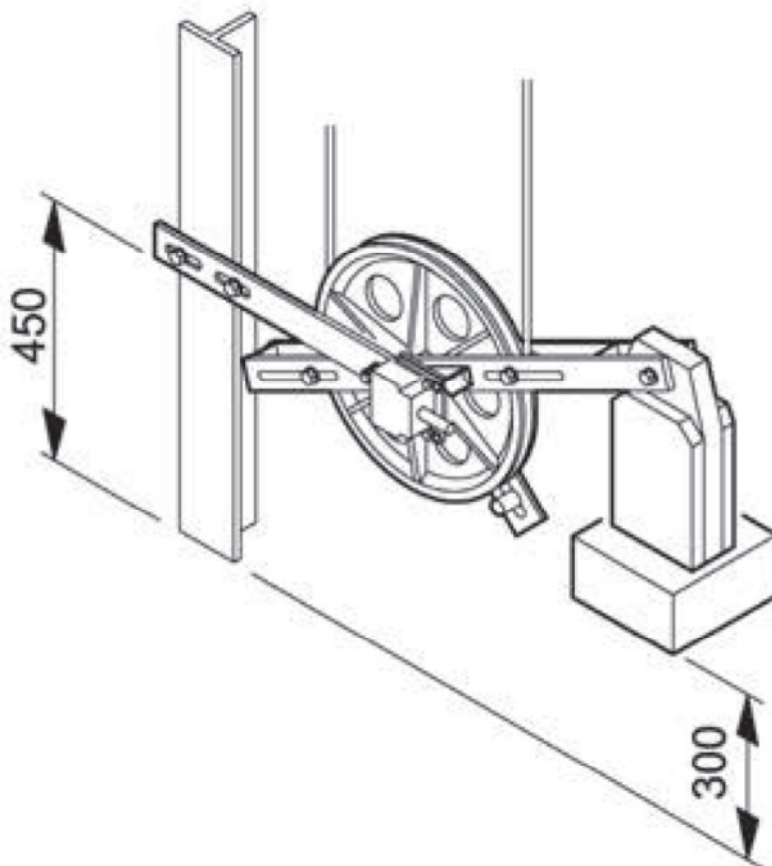

Рис. 2.
4. При помощи зажимов установите на направляющую крепёжную опору натяжного устройства на высоте приблизительно 450 мм от уровня пола приямка (рис. 2).
5. Поднимите и зафиксируйте груз устройства таким образом, чтобы его нижняя точка находилась на высоте приблизительно 300 мм от уровня пола приямка (рис. 2).